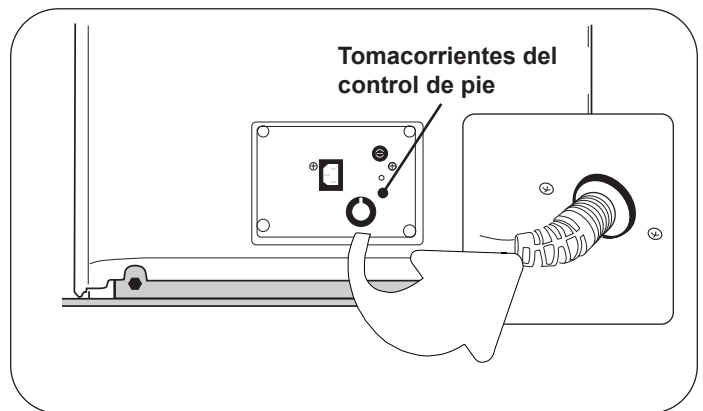

Figura 21. Tomacorriente del control de pie
2. Inserte el enchufe macho del cable del control de pie en el tomacorriente de la mesa (Figura 21). Asegúrese de que el enchufe esté completamente insertado. Consulte la (Figura 9) para conocer la inserción adecuada del enchufe del control de pie. No insertar correctamente el enchufe del control de pie puede causar que algunas funciones no se ejecuten adecuadamente.